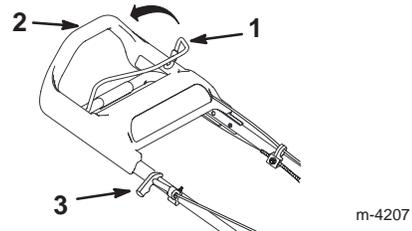

Figure 12
3. Serrez la barre de commande de la lame contre la partie supérieure du mancheron (Fig. 12).